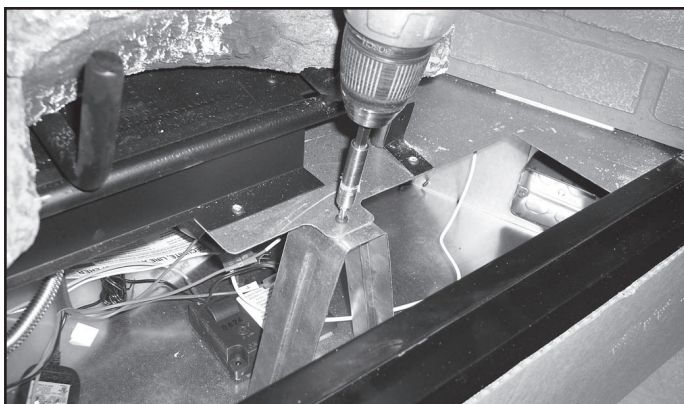

Figure 14.1 Retirez la vis du support de transport droit
- Retirez la vis qui fixe la boîte à feu au support de transport. Voir la figure 14.1.